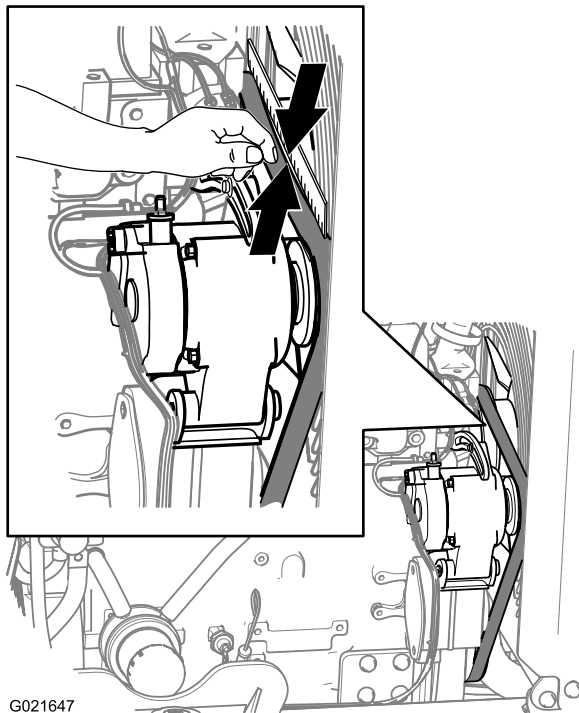

Рисунок 114
3. Осмотрите ремень на наличие порезов, трещин, ослабленных нитей корда, масла, перекручивания или признаков чрезмерного износа (Рисунок 114).
3. Установите проверочную линейку на приводной ремень и шкивы, как показано на Рисунок 114.
4. Нажмите на ремень вниз в точке, расположенной посередине между шкивом вентилятора и шкивом генератора, как показано на Рисунок 114.